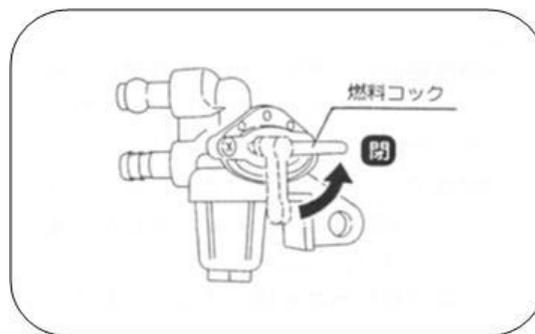
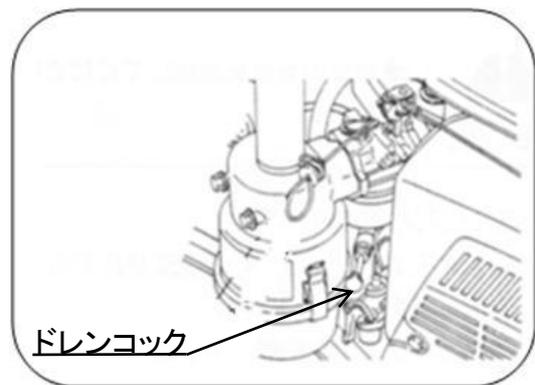

図27
図28
- エンジンのキャブレター内に燃料が残らないよう燃料コックを閉めて、キャブレターのドレンコックを引き、キャブレター内の燃料を抜いてください。(図27、図28)